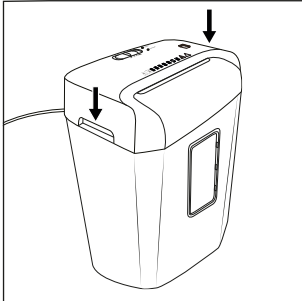

Abb. 1
- ◆ Fassen Sie den Schneidaufsatz **5** an beiden integrierten Tragmulden **7** und setzen Sie ihn so herum auf den Auffangbehälter **10**, dass das Netzkabel **1** nach hinten und das Sichtfenster **9** des Auffangbehälters **10** nach vorne zeigt (siehe Abb. 1).